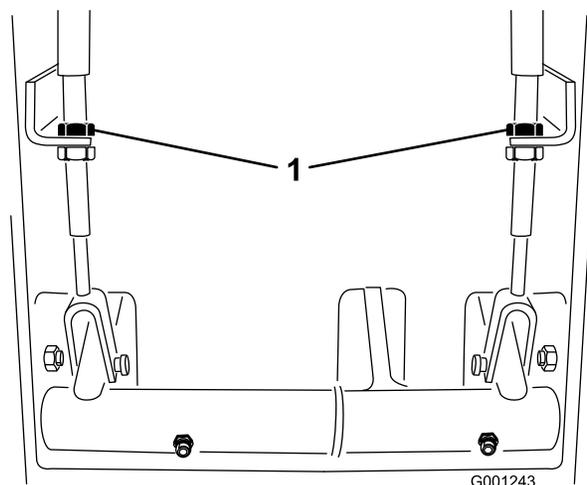

図 63
2. 遊びを減らす (ブレーキを締める) には、ブレーキケーブルのネジ山の前ナットをゆるめ、後ろのナットを締める (図 63)。後ろ